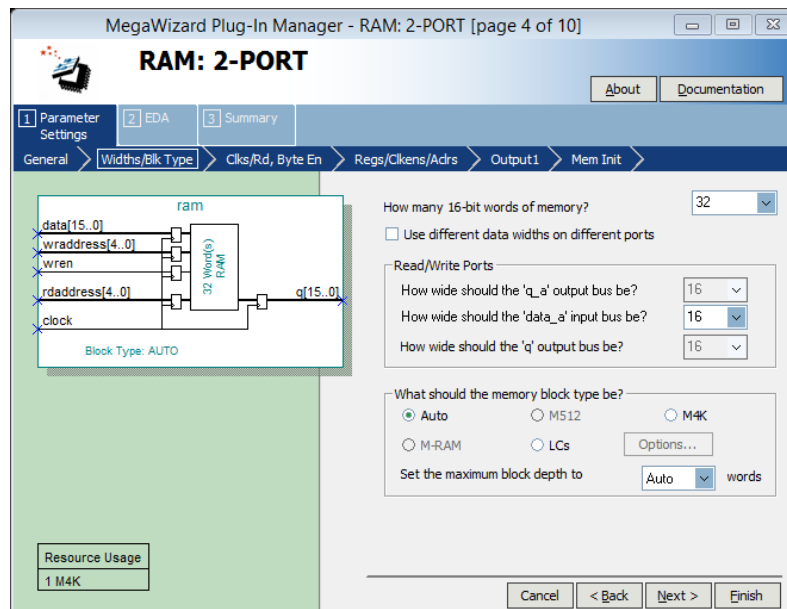

Рис. 19. Вікно вибору розрядності портів
2.2.4. На сторінці 4 (**Widths/Blk Type**) (рис. 19) встановлюється розрядність вхідного порту **data_a**, яка рівна 16 біт (в розділі **Read/Write Ports**). Тоді в обирається 32 – кількість 16-розрядних слів пам'яті (**16-bit words of memory**). Натисніть **Next**.